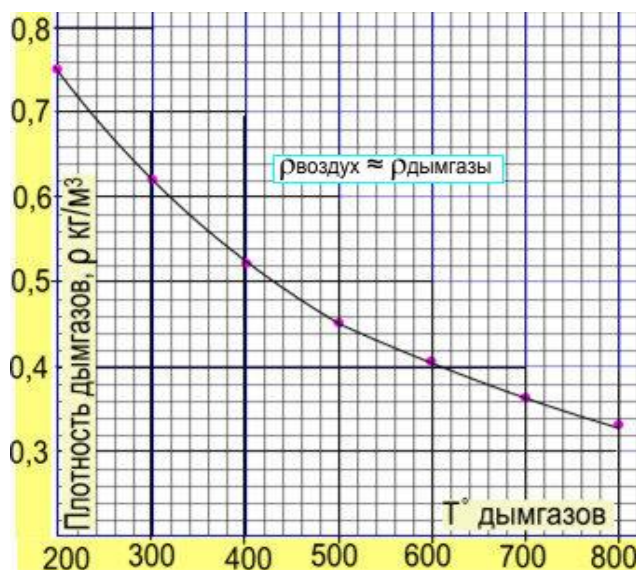

Рис. 2.8.Б
Рис. 2.8.А. Рыбное. Банная печь Гром 30п2 → КСТ = 2...2,2. Чугунный конструктив печи понижает T° от 750-800° (в топливнике) до 400-450° (на входе в ТЩ), т.е $\Delta T \approx 300^\circ C$
1) Высота ДТ $h=5$ м (+1м струя из ДТ) – всего 6м. Предположим, что в ДТ средняя $T^\circ=300^\circ\text{C}$, $\rho=0,62 \text{ кг/м}^3$, (рис.2.8.Б)